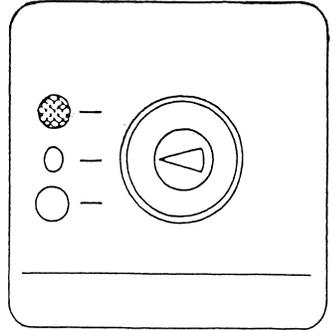

fig. 18
(1) Tourner le commutateur rotatif (fig. 18)
La mise hors service se réalise en mettant le commutateur rotatif (fig. 18) sur "0".